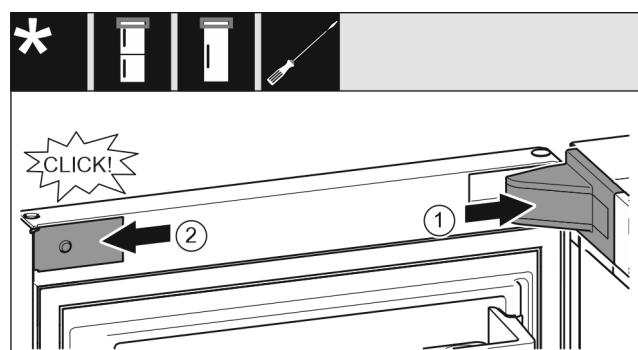

Fig. 21
- ▶ Mettre en place le cache du support de palier Fig. 21 (1) et l'enclencher. Au besoin, l'écartier avec précaution.
- ▶ Placer le cache Fig. 21 (2) sur le côté et l'enclencher.